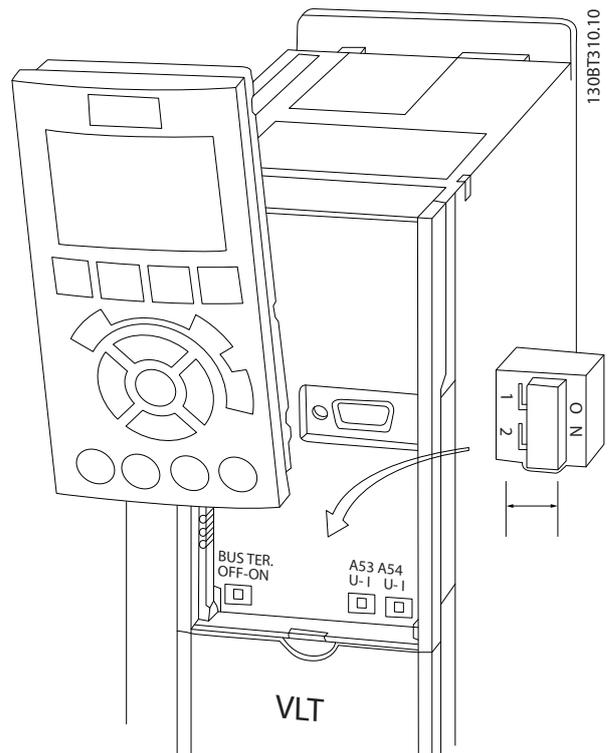

Abbildung 2.18 Lage der Klemmschalter 53 und 54 und Busabschlussschalter
- Die Schalter sind zugänglich, wenn das LCP ausgebaut ist (siehe *Abbildung 2.18*). Hinweis: Einige der für diese Einheit erhältlichen Optionskarten können diese Schalter verdecken und müssen zur Änderung der Schaltereinstellungen